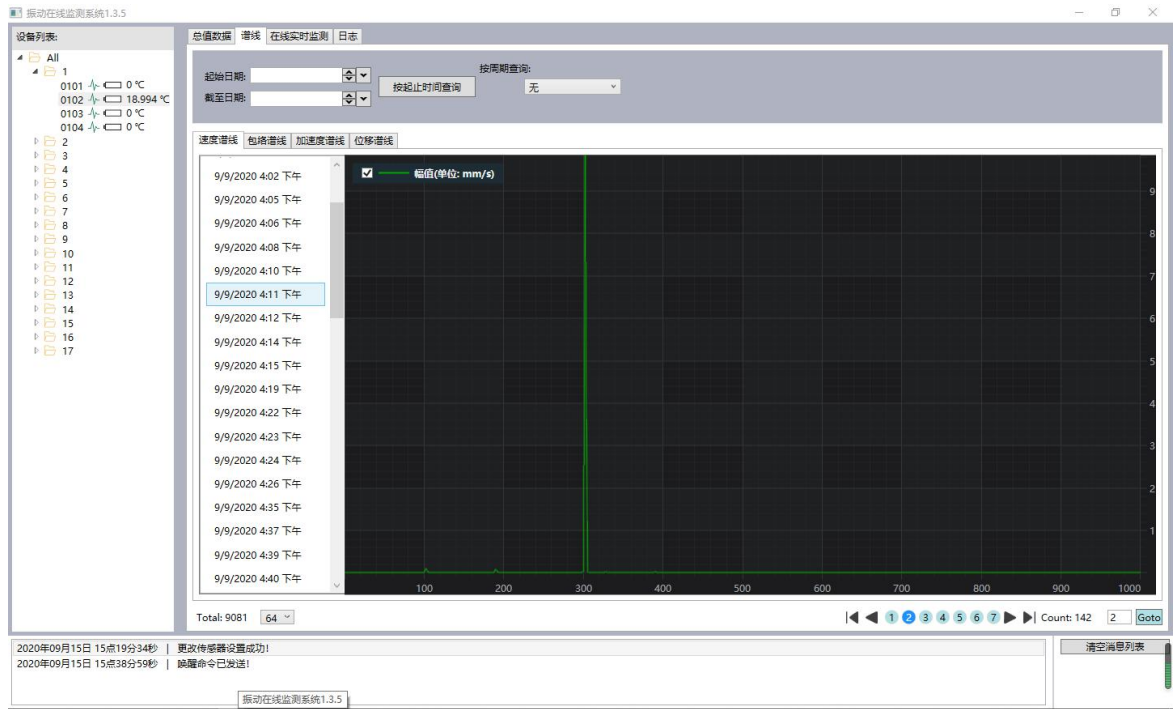
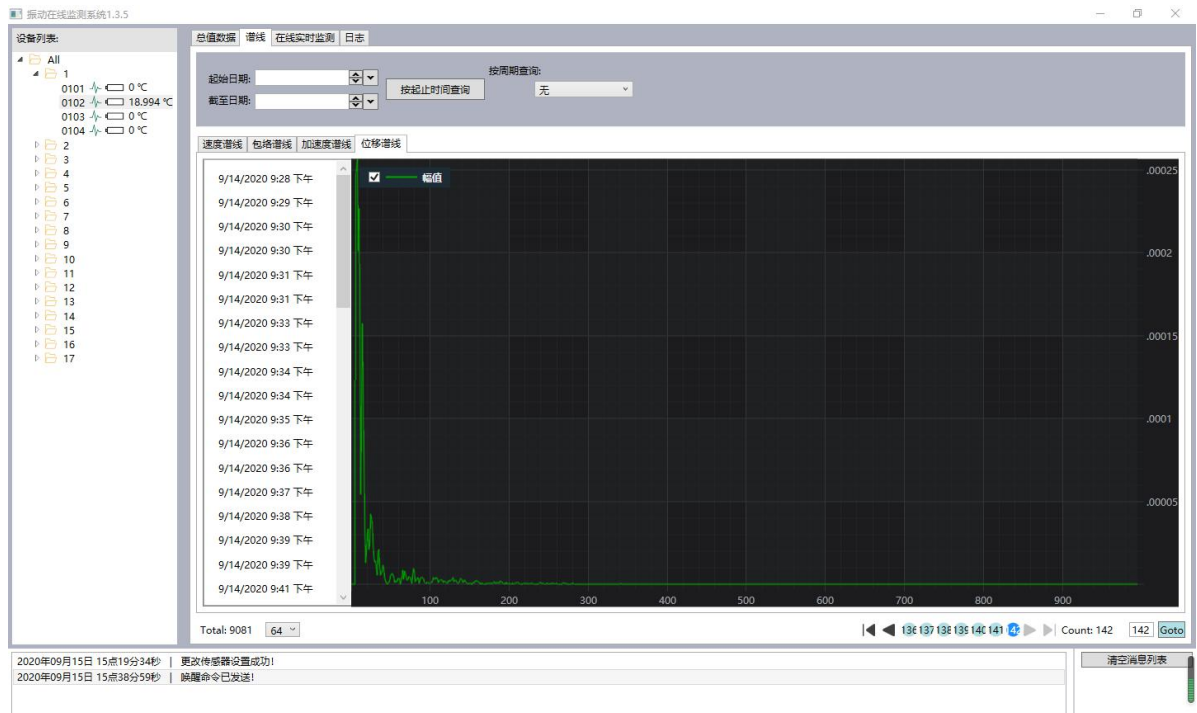

图 5
图 6
6. 使用线图来形象的观察时域下面速度(图 5)、位移(图 6)、温度值(图 7)